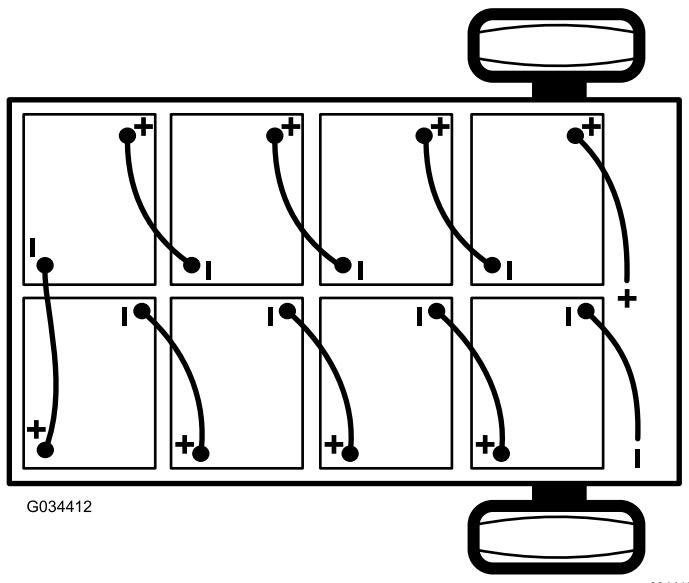

Figure 38
2. Débranchez le câble négatif principal (noir) de la batterie qui relie la rangée de batteries au point de masse de la machine (Figure 38).
3. Débranchez le câble positif principal (rouge) qui relie la rangée de batteries au contacteur principal de la machine (Figure 38).
Remarque: Tenez compte de la polarité lors de la mise en place des batteries neuves (Figure 38).
6. Reliez les batteries entre elles, comme montré à la Figure 38, avec les câbles d'interconnexion que vous avez retirés à l'opération 1.
2. Branchez le câble positif principal (rouge) entre la rangée de batteries et la machine (Figure 38).
3. Branchez le câble négatif principal (noir) entre la rangée de batteries et la machine (Figure 38).